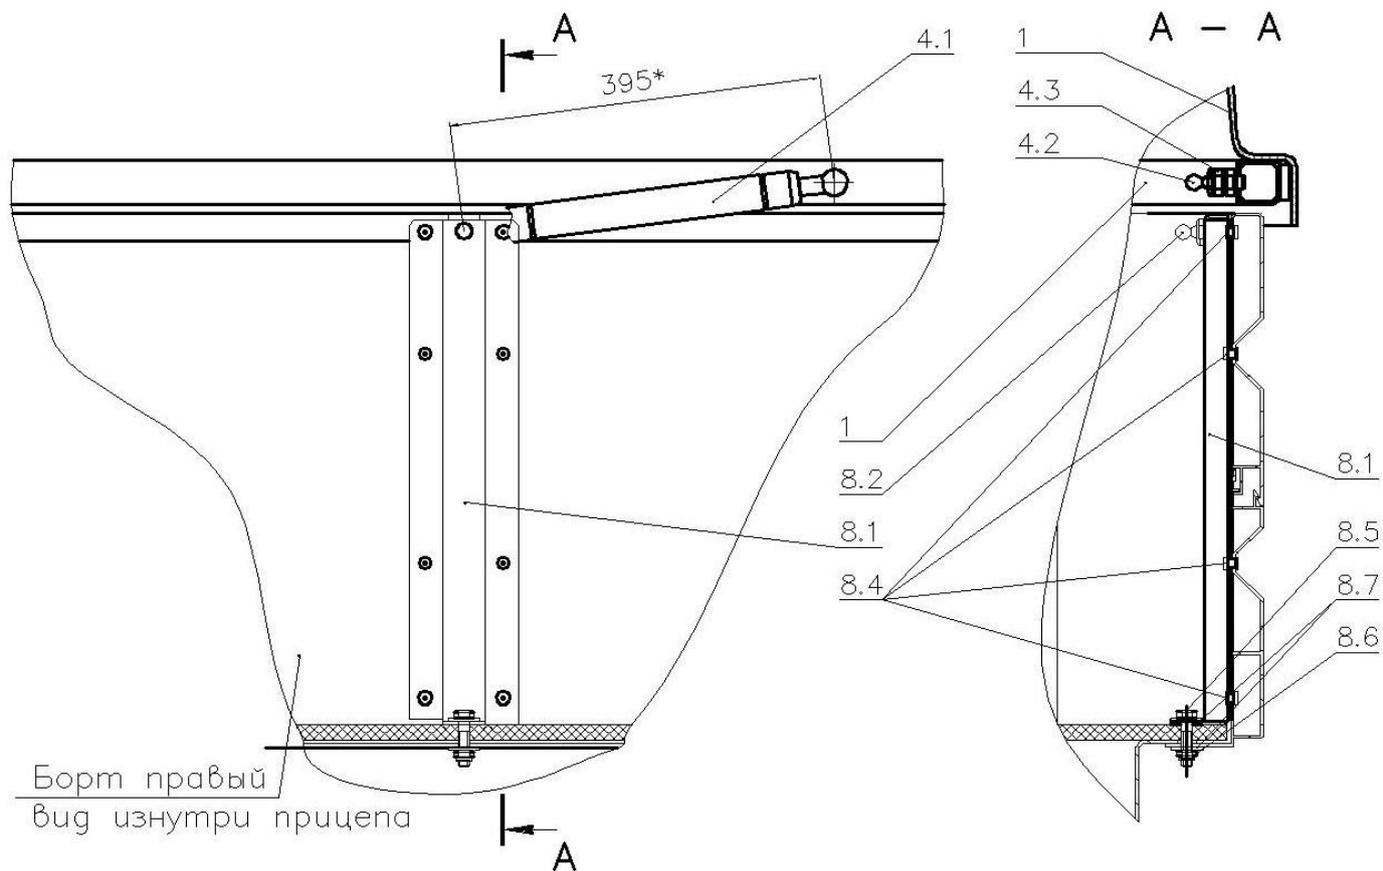

Рисунок 2.
9. Прикрутить верхние шаровые шарниры 3.2 через дистанционную гайку 3.3 (рис. 2б сечение А-А).
10. В закрытом состоянии крышки разметить отверстие Б в левом и правом борту прицепа на расстоянии 355мм от оси вращения шарнира и 8мм от верхнего края борта, как показано на рис. 2б.
11. Просверлить отверстия, Ø9мм. Прикрутить нижние шаровые шарниры 3.2 (рис. 2б сечение В-В).
14. Установить стопоры газовых упоров 3.5 (рис. 2б). Установить газовые упоры 3.1 штоком вниз.
11. Прикрутить верхние шаровые шарниры 4.2 через дистанционные гайки 4.3 (рис. 2, сечение А-А).
12. Изнутри прицепа, при закрытой крышке, установить стойку газовых упоров, таким образом, что бы от центра заднего шарового шарнира крышки до центра верхнего шарового шарнира стойки было 395-400 мм, как показано на рис.2д. Удерживая стойку газовых упоров вертикально, через отверстия стойки просверлить отверстия диаметром 5 мм., в борту прицепа, и отверстия диаметром 6 мм. в полу прицепа
13. Закрепить стойку газовых упоров, **сначала к полу прицепа** болтами М6х25 (затянуть гайки усилием 12 Н/м.), потом вытяжными заклёпками ф4,8х10 (верхний и нижний ряд заклёпок вставляется изнутри прицепа а средние ряды снаружи), как показано на рис.2д.